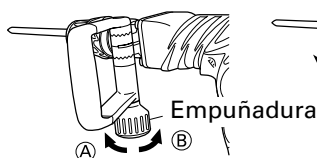

Fig. 5
- (1) Afloje el asa girando la empuñadura en el sentido de Ⓐ, como se muestra en la Fig. 5.